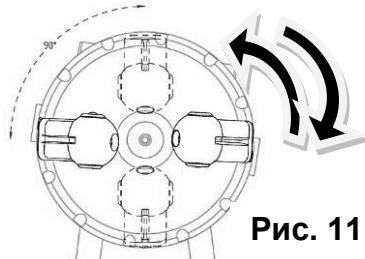

Рис. 11
- Слегка открутите накидную гайку (Рис.1 – 3, Рис.2 - 9), поверните крышку распылителя в необходимое положение. (Рис. 11)